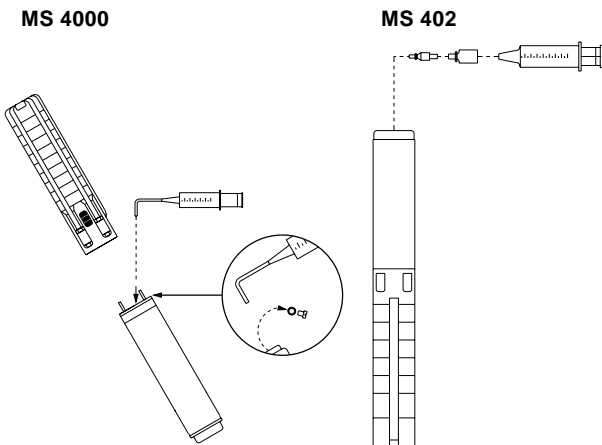

Abb. 2 Position der Pumpe während der Nachfüllung – MS 4000 und MS 402
1. Unterwasserpumpe wie in Abb. 2 gezeigt stellen. Die Einfüllschraube muss der höchste Punkt des Motors sein.
3. Mit der Füllspritze Flüssigkeit in den Motor einfüllen, Abb. 2, bis diese aus der Einfüllöffnung austritt.